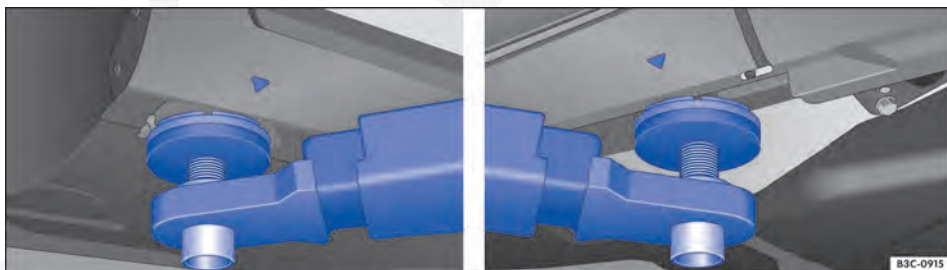

Fig. 277 Suspender com a plataforma elevatória: pontos de apoio em veículos sem cobertura.
O veículo deve ser suspenso somente pelos pontos de apoio indicados na figura → Fig. 277. Se o veículo não for suspenso pelos pontos de fixação indicados, podem ocorrer danos no veículo → ⓘ e ferimentos graves → ⚠️.
- Suspender o veículo somente pelos pontos de apoio indicados na figura → Fig. 277. Se o veículo não for suspenso pelos pontos de apoio indicados, o veículo poderá cair da plataforma elevatória quando, por exemplo, o motor ou a suspensão for desmontado.